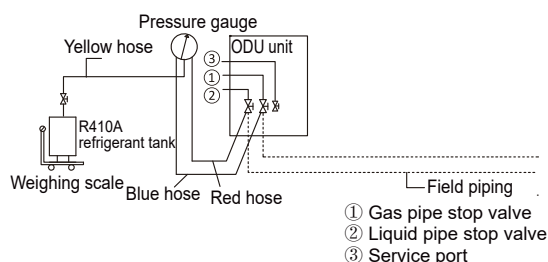

Fig 5.33
8. Skalojiet pārējās atveres tādā pašā veidā, sākot ar iekštelpu iekārtu A un virzoties uz ārā iekārtām. Skatīt norādījumus par Fig.5.33